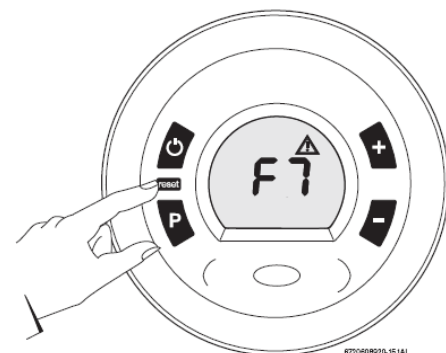

Fig. 69
- ▶ Druk op de ontgrendelingstoets om de geiser terug in werking te zetten (fig. 69).
- ▶ Appuyer sur la touche de réinitialisation pour que l'appareil se remette en service (fig. 69).